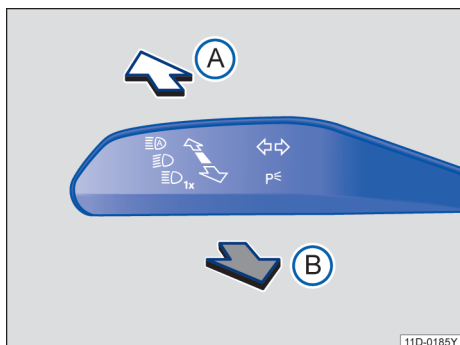

图 69 转向信号灯 / 远光灯操作杆
- 将转向信号灯和远光灯操纵杆从中间位置移至下列位置→ 图 69: